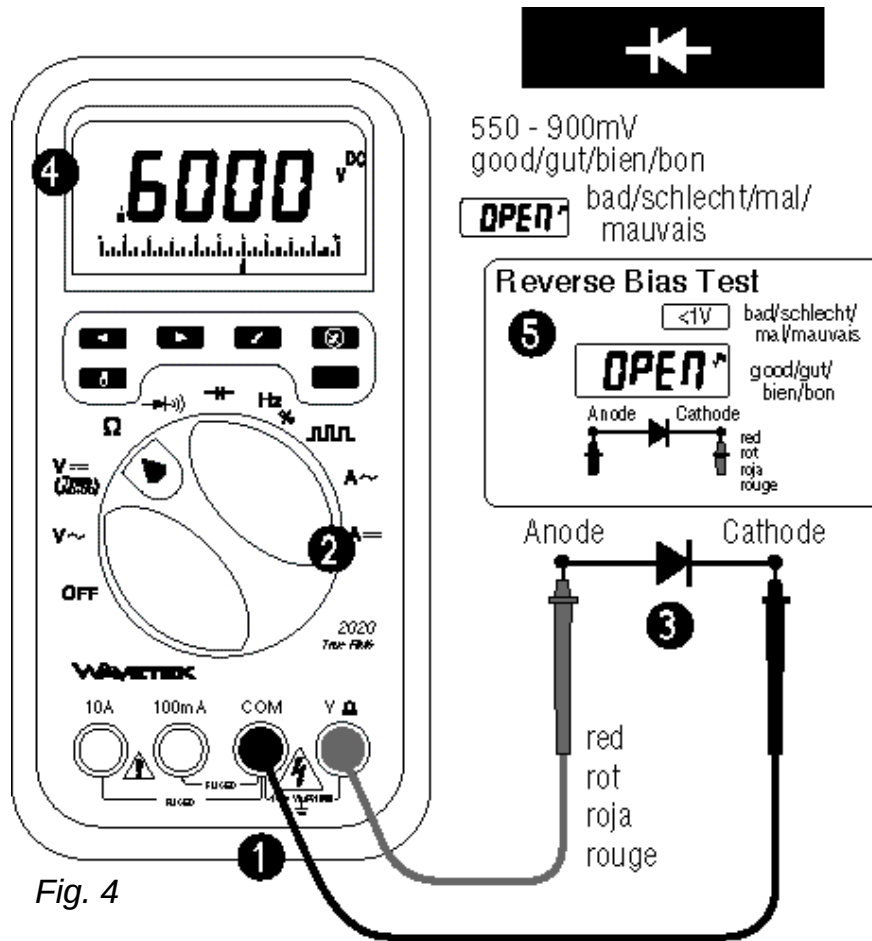

Fig. 4
DIODE AND TRANSISTOR TEST (See Fig. 4)
The diode test measures the voltage drop across a diode junction. ❶ Connect the test leads as shown in figure 4. ❷ Set the Function/range switch to $\rightarrow \text{+} \text{V}$. ❸ Apply probe tip of red lead to the anode and of black lead to the cathode of the diode. The meter's display indicates the forward voltage drop (approx. 0.6V for silicon diode or 0.4V for germanium diode). A short tone indicates a good diode. An open diode is indicated by "OPEN". ❹ Reverse test lead connections to the diode to perform a reverse bias test. "OPEN" indicates a good diode. **Notes:** "OPEN" for both reverse and forward bias tests indicates an open diode. A low voltage reading for both bias tests indicates a shorted diode. If the diode is shunted by a resistor of 1000 ohms or less, it must be removed from the circuit before taking the measurement. Bipolar transistor junctions may be tested in the same manner described above as emitter-base and base-collector junctions are diode junctions.
D • Dioden- und Transistortest (siehe Fig. 4)
E • Comprobación de diodos y transistores (vea Fig 4)
F • Test de Diodes et de Transistors (voir fig. 4)
Le test de diodes affiche la chute de tension à travers le transistor. ❶ Connectez les cordons comme indiqué en figure 4. ❷ Placez le sélecteur sur $\rightarrow \text{---} \rightarrow$. ❸ Connectez les pointes de touche à la diode – la rouge à l'anode, la noire à la cathode. ❹ Lisez la chute de tension en direction passante (environ 0.6V pour une diode au Si; 0.4V pour une diode au Ge. Une diode ouverte est affichée par "OPEN". ❺ Inversez la connection pour mesurer en direction de bloquage. Une bonne diode est affichée par "OPEN". **Notes:** "OPEN" dans les deux directions indique une diode ouverte; une lecture basse indique une diode court-circuitée. Les jonctions de transistors peuvent être testées comme des diodes.